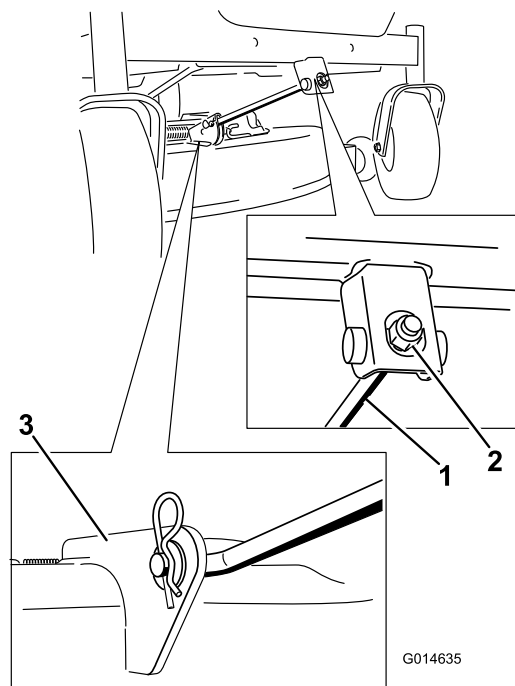

Рисунок 73
5. Снимите шплинт с переднего опорного стержня и снимите стержень с кронштейна деки (Рисунок 73).
8. Прикрепите передний опорный стержень к деке газонокосилки с помощью шплинтуемого штифта и шплинта (Рисунок 73).